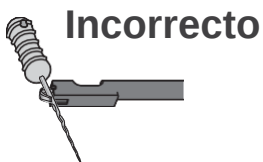

Figura 2
- No fije como se muestra en la figura 2. Esto impedirá una localización apical precisa y dañará la punta del porta-limas.